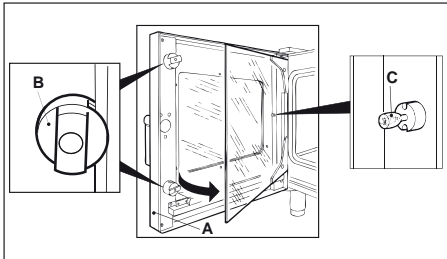

fig. 9
- 1) Ouvrir la porte du four (A - fig. 9).
- 2) Tourner les dispositifs d'arrêt en plastique (B - fig. 9) de blocage de la vitre intérieure et ouvrir en livre.
- 3) Remplacer l'ampoule (C - fig. 9).